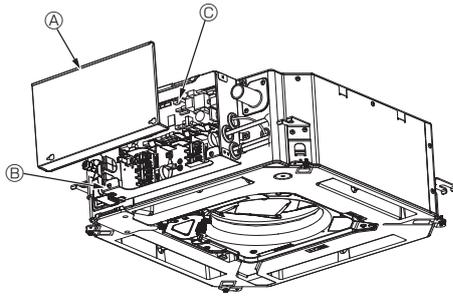

Fig. 5-7
1. Die beiden Befestigungsschrauben des Elektrokastendeckels lösen und den Deckel schieben und abnehmen. (Fig. 5-7)